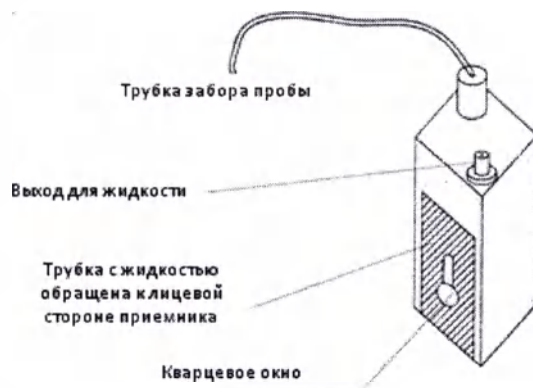

Рисунок 26 Проточная кювета
2. После покупки новой проточной кюветы у поставщика, протрите кварцевое окно изопропиловым спиртом. Проточная кювета имеет некоторые особенности установки. Штуцер, ведущий к перистальтическому насосу, должен быть обращен к лицевой части прибора, а штуцер с трубопроводом проточной кюветы (аспирационной трубкой) должен быть позади (Рисунок 26).